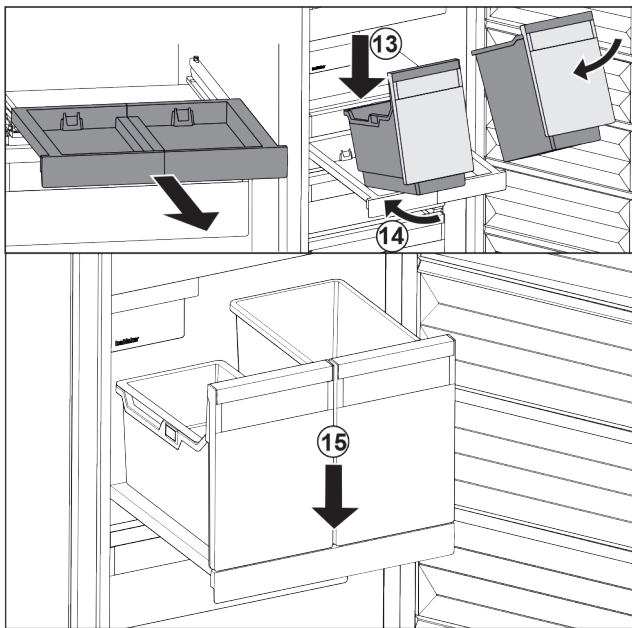

Fig. 106
- Applicare i contenitori in modo inclinato sul ripiano estraibile. Fig. 106 (13)
- Inserire il contenitore in modo inclinato verso la parte posteriore. Fig. 106 (14)
- Abbassare il contenitore nella parte anteriore. Fig. 106 (15)